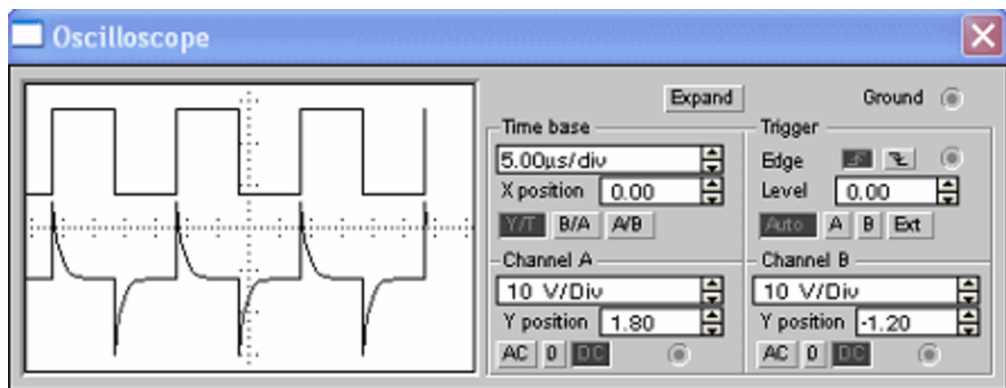

Рисунок 24 – Осциллограммы входного и выходного напряжения.
5. Развернуть и настроить осциллограф, изменяя чувствительность и длительность развертки. Наблюдать входной сигнал и результат его обработки дифференцирующей цепью (рисунок 24).